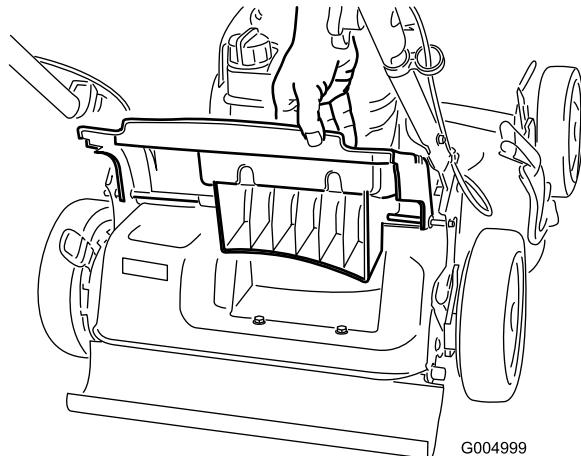

Figure 26
- Soulevez le volet arrière et gardez-le dans cette position (Figure 26).